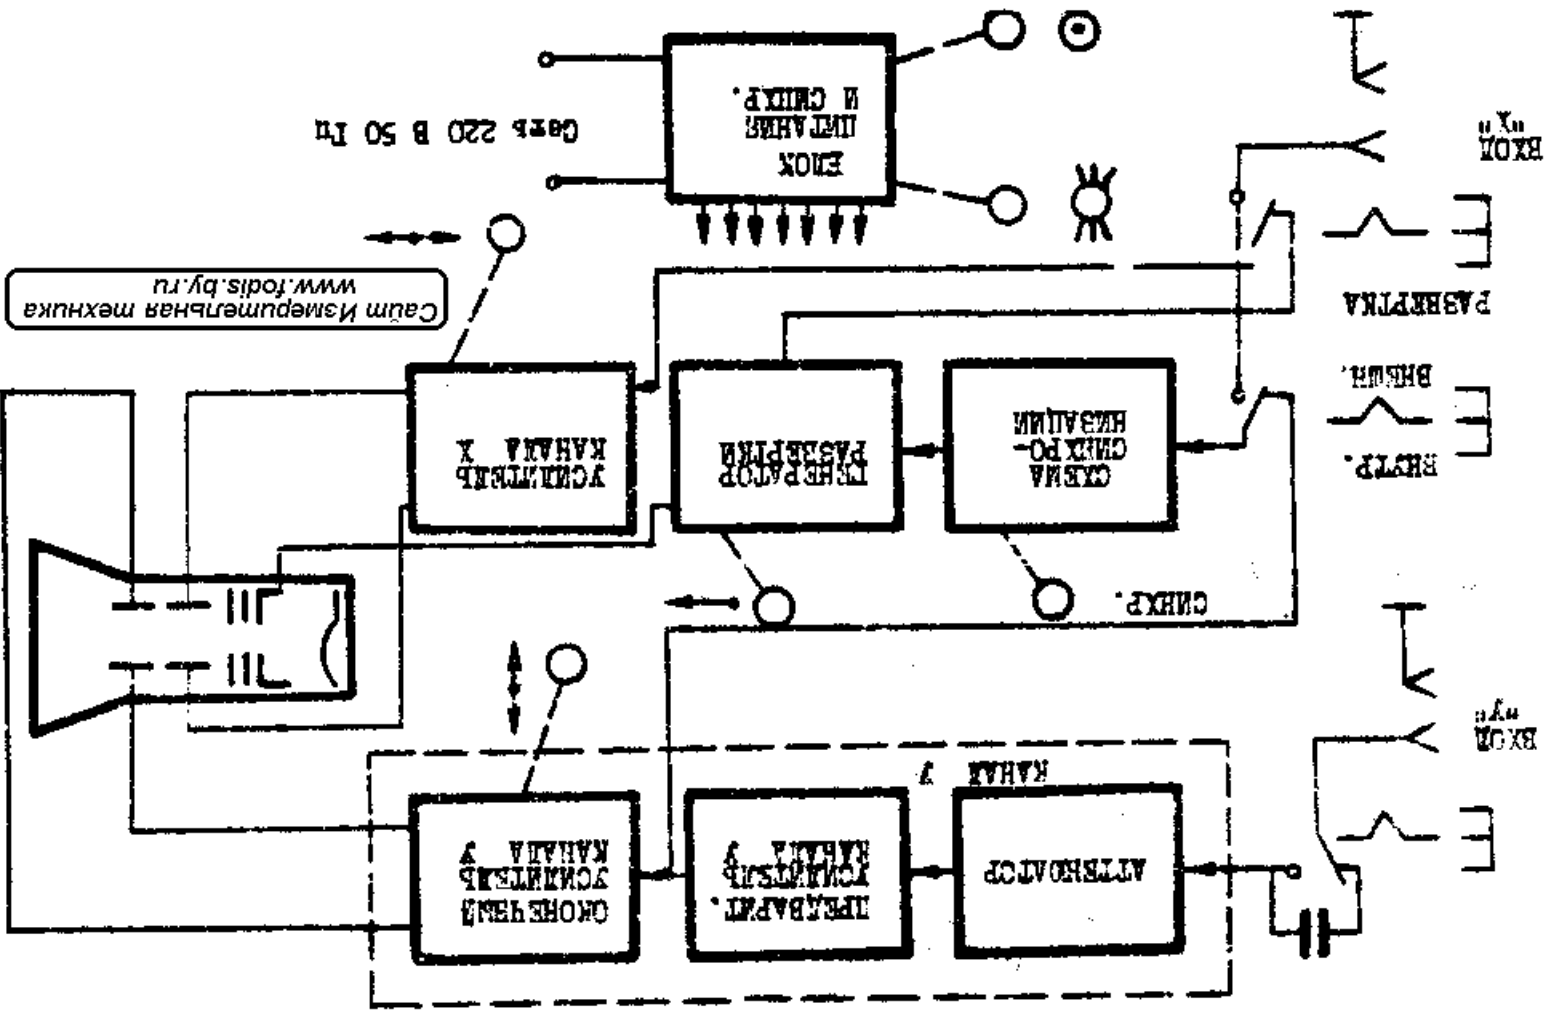

Рис. 1.
5.1.1. Структурная схема осциллографа (рис.1) содержит следующие основные узлы: входной аттенуатор, предварительный усилитель канала вертикального отклонения с переключаемым коэффициентом усиления, оконечный усилитель канала вертикального отклонения, схема синхронизации, генератор развертки, усилитель горизонтального отклонения, осциллографический индикатор (ЭЛТ), блок питания.